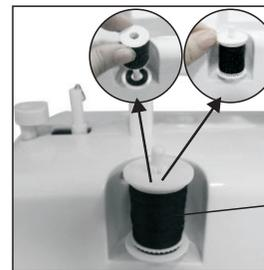

Fig.11
- (1) Coloque un carrete de hilo en el pasador del carrete (Fig.11).